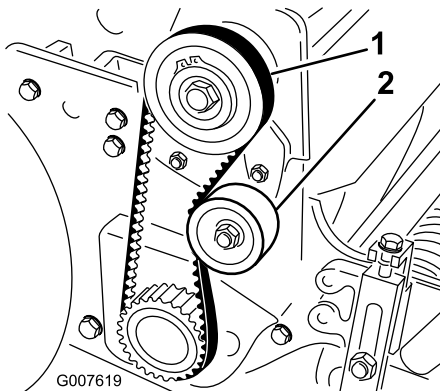

Bild 36
2. Prüfen Sie die Spannung. Bringen Sie hierfür eine Kraft von 18-22 N in der Mitte des Riemens zwischen den Riemenscheiben (Bild 36) an. Der Riemen muss sich 6 mm durchbiegen lassen.
bis Sie die gewünschte Riemen Spannung erzielt haben (Bild 36).